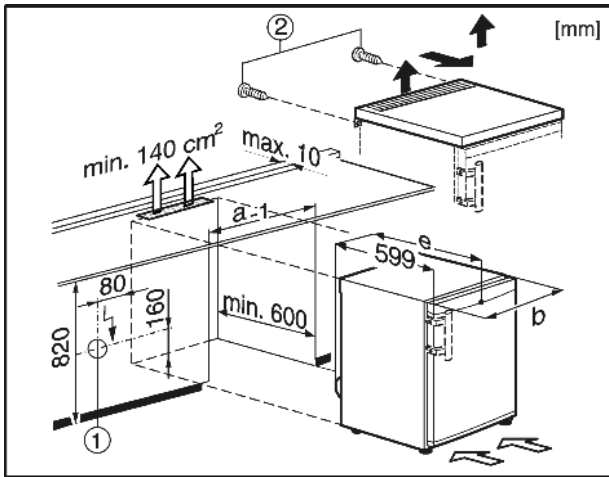

Fig. 9
Het stopcontact Fig. 9 (1) dient daarbij naast de achterkant van het apparaat te vallen en eenvoudig toegankelijk te zijn.
- ▶ Bouten Fig. 9 (2) aan de achterkant verwijderen.